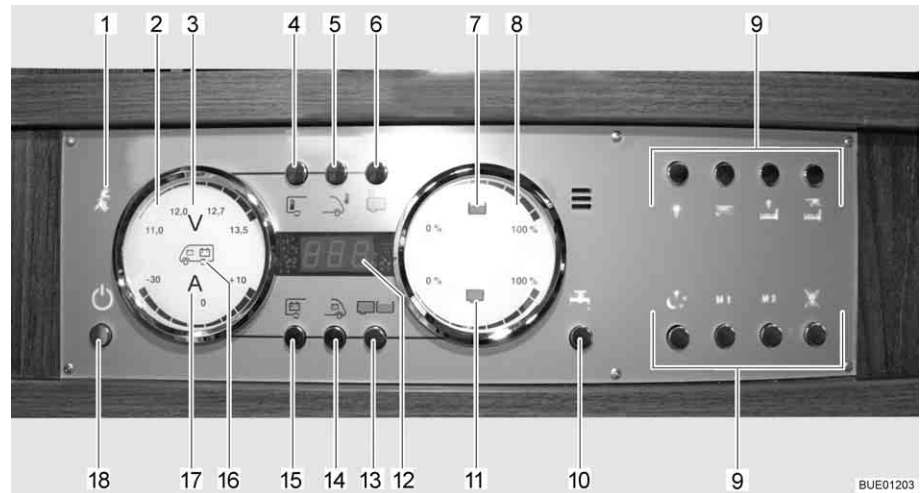

Fig. 131 Panneau de contrôle LT 510
Le voyant de contrôle 230 V (Fig. 131,1) s'allume si l'arrivée du bloc électrique est sous tension de réseau.
L'interrupteur principal 12 V (Fig. 131,18) établit ou coupe le panneau de contrôle et l'alimentation 12 V de la cellule.
- Appuyer brièvement sur la touche d'alimentation 12 V (Fig. 131,18). L'alimentation 12 V de la cellule est assurée. L'indicateur de contrôle "12 V" s'allume.
- ▷ La tension de la batterie de cellule est trop faible quand les DEL "11,0" de l'affichage en Volt et le symbole Volt "V" (Fig. 131,3) clignotent dans l'indicateur des batteries (Fig. 131,2) après la mise sous tension. Charger la batterie.
- ▷ La coupure de batterie est active quand l'indicateur de contrôle "12 V" et le symbole Volt "V" (Fig. 131,3) clignotent trois fois après la mise sous tension. Désactiver la coupure de batterie.
- Appuyer brièvement sur la touche d'alimentation 12 V (Fig. 131,18). L'alimentation 12 V de la cellule est coupée. L'indicateur de contrôle "Alimentation 12 V" s'éteint.
- Appuyer sur la touche batterie de cellule (Fig. 131,15) et la maintenir enfoncée pendant 10 secondes environ. Le symbole Volt "V" (Fig. 131,3) et l'indicateur de contrôle "12 V" clignotent trois fois. La batterie de cellule est coupée du réseau de bord de 12 V.
- Appuyer sur la touche d'alimentation 12 V (Fig. 131,18) et la maintenir enfoncée pendant 5 secondes environ. Le symbole Volt "V" (Fig. 131,3) et l'indicateur de contrôle "12 V" clignotent trois fois. La batterie de cellule est branché au réseau de bord 12 V. L'indicateur de contrôle s'allume au bout d'env. 5 secondes.
- Appuyer sur la touche de la batterie de cellule (Fig. 131,15). Le symbole Volt "V" (Fig. 131,3) s'allume. Le symbole Ampères "A" (Fig. 131,17) est, suivant son niveau de charge, blanc ou rouge. La tension de la batterie et le courant de la batterie de cellule sont affichés au moyens de DEL à l'intérieur de l'indicateur.
- Appuyer sur la touche de la batterie de démarrage (Fig. 131,14). Le symbole Volt "V" (Fig. 131,3) s'allume. Des DEL à l'intérieur de l'indicateur indiquent la tension de la batterie de démarrage.
- Appuyer sur la touche réservoirs (Fig. 131,13). Les symboles réservoir d'eau (Fig. 131,7) et réservoir d'eaux usées (Fig. 131,11) s'allument. Des DEL à l'intérieur de l'indicateur indiquent le niveau du réservoir d'eau (échelle supérieure) et celui du réservoir d'eaux usées (échelle inférieure).
Le symbole du réservoir d'eau (Fig. 131,7) ou celui du réservoir d'eaux usées (Fig. 131,11) clignote quand le réservoir d'eau est vide ou que le réservoir d'eaux usées est plein.
L'affichage numérique (Fig. 131,12) permet d'indiquer les températures intérieure et extérieure.